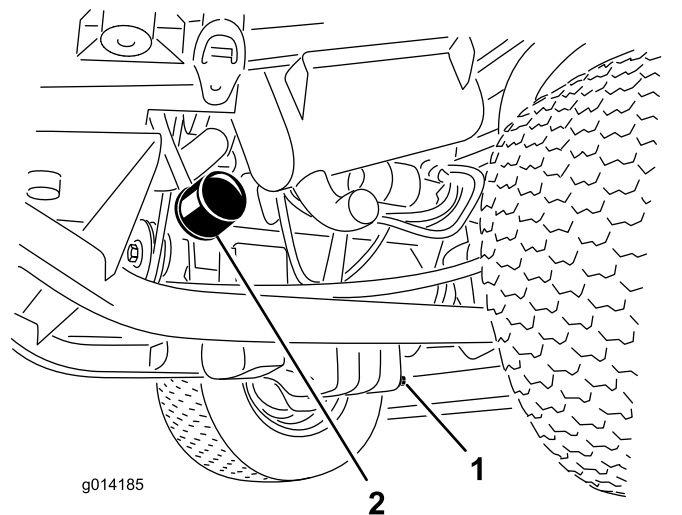

Figura 32
3. Togliete il filtro dell'olio (Figura 32).
1. Togliete il tappo di spurgo (Figura 32) e lasciate defluire l'olio in una bacinella.